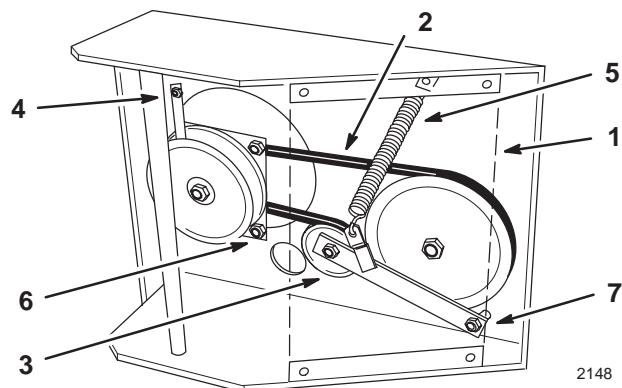

Bild 36
1. Heben Sie die Vorderseite der Maschine an und stützen sie auf Achsständern ab. Nehmen Sie die unteren Abdeckungsschrauben (4) ab.
2. Entfernen Sie die untere Abdeckung (Bild 36).
4. Nehmen Sie die linke vordere Motorbefestigungsschraube ab, mit der die Kupplungshalterung am Chassis befestigt ist (Bild 36). Haken Sie die Halterung aus der Kupplung aus und nehmen Sie die Halterung ab.
5. Haken Sie die Spannfeder aus der Seite des Rahmens aus (Bild 36).
8. Ziehen Sie die Drehschraube auf 47–54 Nm an. Setzen Sie eine Feder zwischen dem Spannarm und dem Chassisbügel ein (Bild 36).